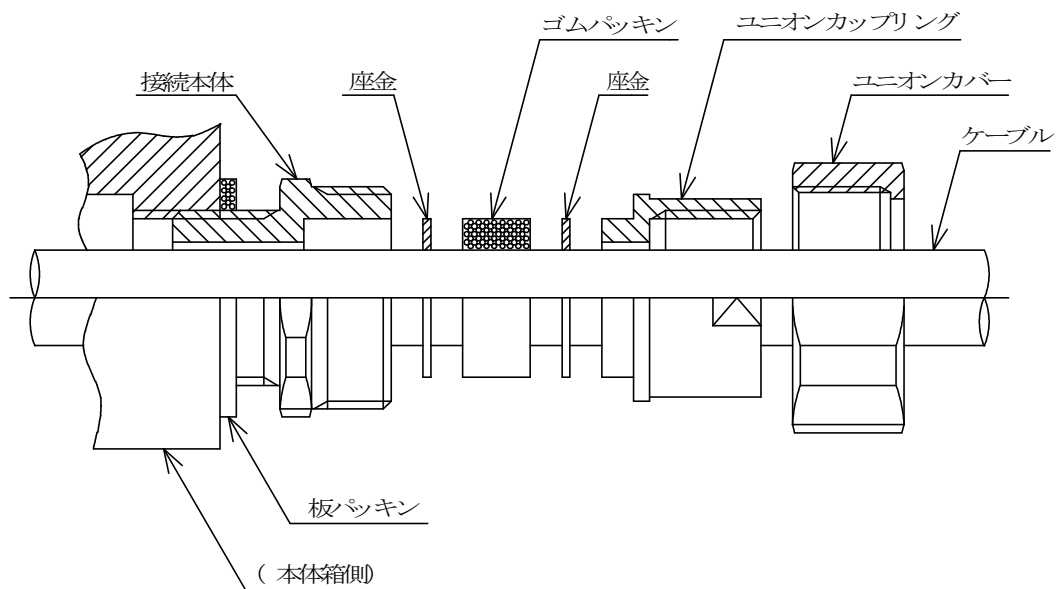
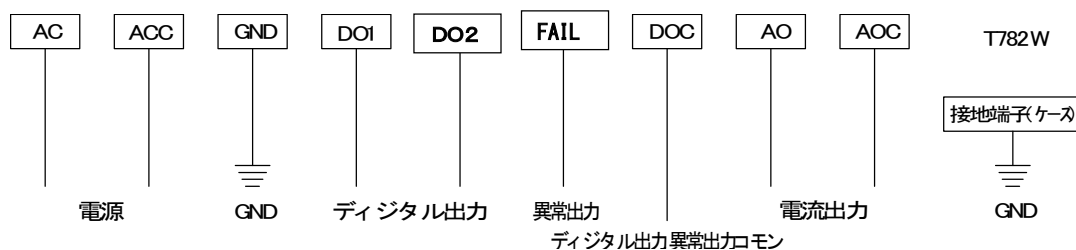
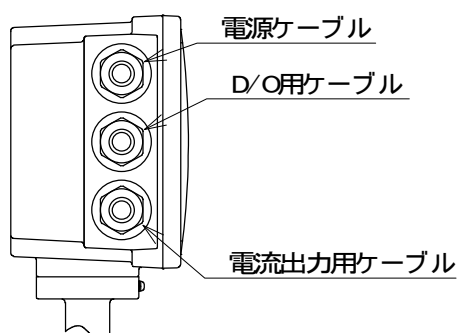

図 4.4 水防グランド取付方法
図 4.5 端子記号とその配線
図 4.6 水防グランドとその配線
- (1) 検出部の防水, 防塵を保つため、カバーや水防グランドを外したまま放置しないでください。必ず付属の水防グランドを図4.4, 図4.6のように使用してください。配線が終了したら水防グランドのグランドを確実にしめつけてシールを完全に行ってください。1つの水防グランドに通すケーブルは1本のみに行ってください。複数のケーブルを通さないでください。
- (2) 配線には厚鋼管16(JIS C8305)を使用してください。なお入力信号線, 励磁線, アナログ出力信号線, デジタル信号線および電源線はそれぞれ別々のコネクタを使用してください。
- (3) 絶縁劣化を防止するため、雨天に屋外での配線は行わないでください。
- (4) 配線接続が完了したら、すみやかにカバーをとりつけてください。
配線は全て計器内部の端子にて行います。結線は図 4.5 を参照してください。必要な端子へ配線してください。配線が終了後、正しく接続されているか再確認の後、カバーを取り付けてください。また、必ず図 4.6 のようにそれぞれのケーブルを配線してください。